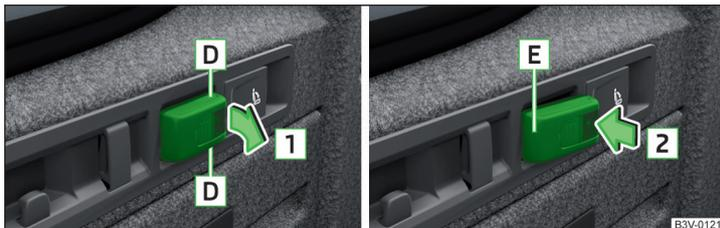

Abb. 158 Leuchte herausnehmen / Leuchte einsetzen
- › Zum **Herausnehmen** die Leuchte im Bereich **D** fassen und in Pfeilrichtung **1** herausschwenken » Abb. 158.
- › Zum **Einsetzen** die Leuchte zuerst mit dem hinteren Teil **E** in die Halterung einsetzen » Abb. 158 und danach die Leuchte in Pfeilrichtung **2** nachdrücken, bis diese hörbar einrastet.